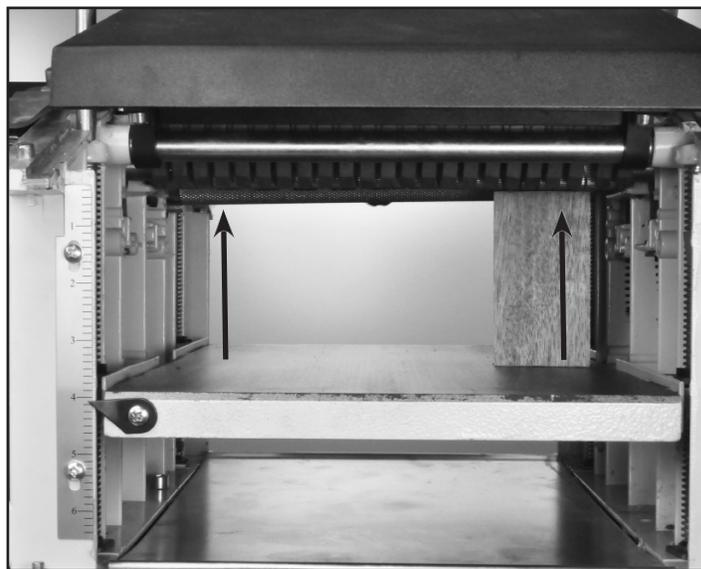

FIG. 23
4. Placez un bloc de jauge (FIG. 23) ou un autre outil de mesure sur la table de rabotage, directement sous la tête de coupe.